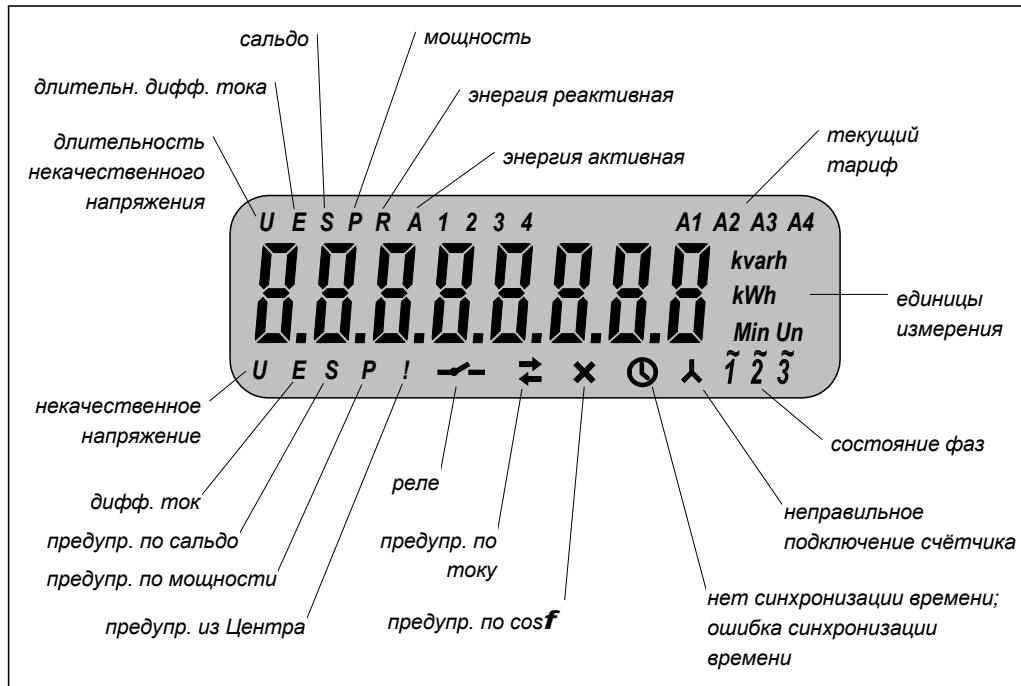

Рис. 6.3. Информация, выводимая на дисплей
1. Высвечиваются все сегменты дисплея, как показано на рис. 6.3.
Дисплей представляет собой 8-разрядный жидкокристаллический индикатор, содержащий дополнительные информационные знаки, характеризующие тип выводимой информации (рис. 6.3).